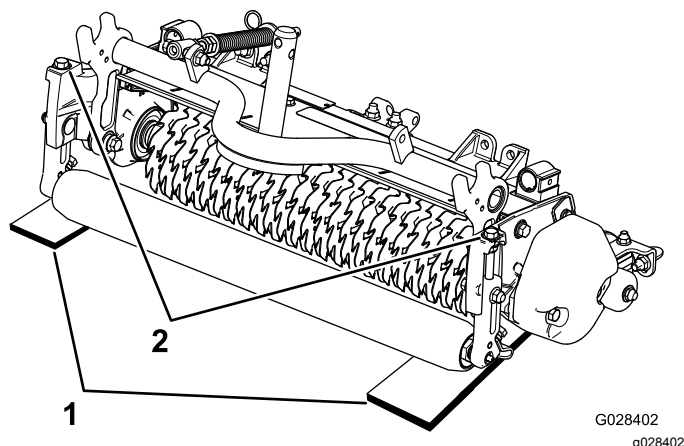

Рисунок 9
2. Разместите две измерительные планки, соответствующие требуемой глубине проникновения ножа, под передним и задним роликами барабана вертикуттера, на каждом краю барабана (Рисунок 9).
3. Поверните регулировочный болт на каждом кронштейне высоты скашивания (Рисунок 9) таким образом, чтобы ножи вертикуттера касались горизонтальной поверхности по обоим краям.